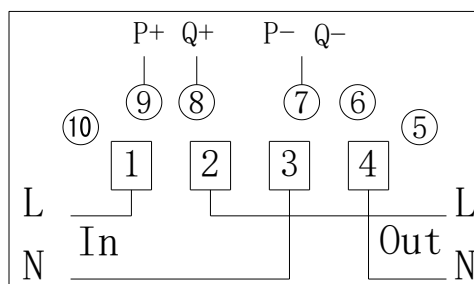

Fig. 3: Terminales del medidor
4.2.2 Conexiones: El equipo debe ser conectado de acuerdo al diagrama ubicado en la cubierta del block de terminales. El diagrama se muestra en Fig. 3.